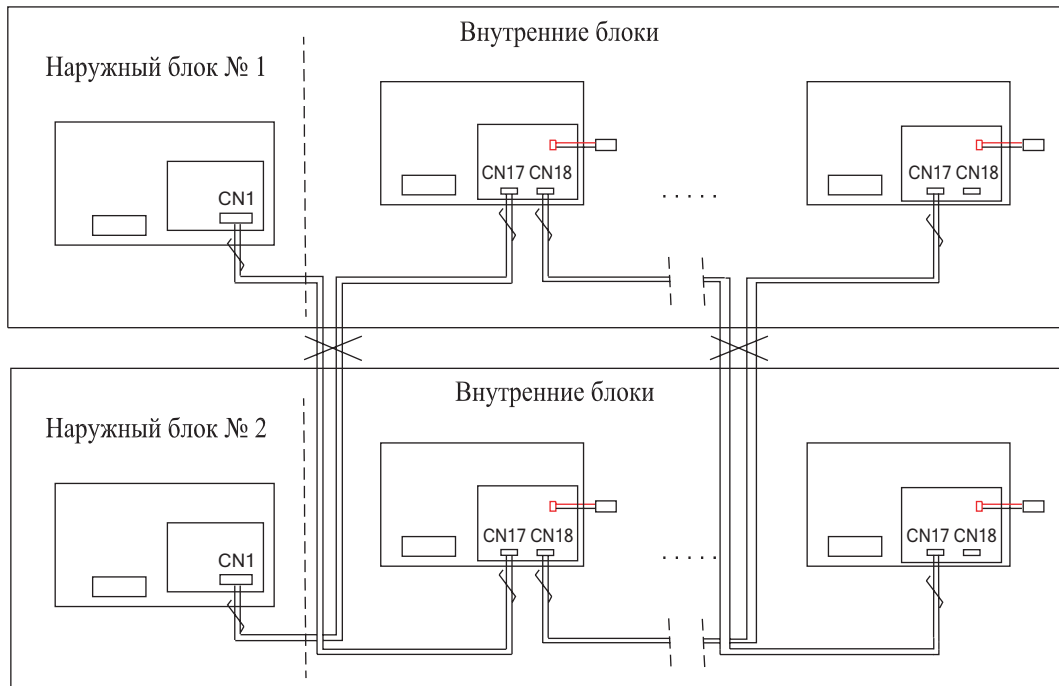

Рис. 7.2
7.1.5 При прокладке сигнального кабеля следует учитывать, что кабель не должен пересекаться с другими кабелями управления (рис. 7.2).